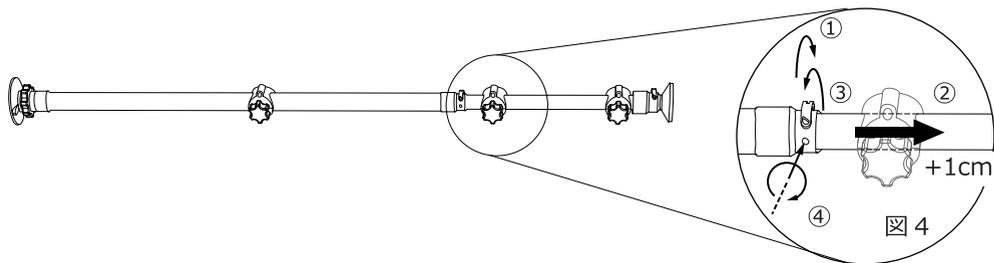

図4
③クランプ A と④固定ネジ A を締め固定します。(図4)